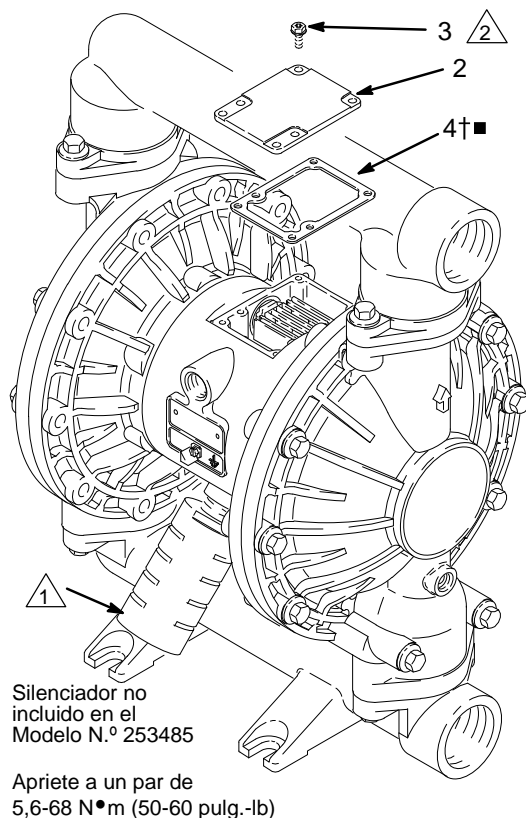

FIG. 6
2. Con un destornillador Torx (T20) o una llave de tubo de 7 mm (9/32 pulg.), retire los seis tornillos (3), la cubierta de la válvula de aire (2) y la junta (4). Consulte FIG. 6.
10. Alinee la junta de la válvula (4) y la tapa (2) con los seis orificios de la carcasa central (1). Fije los seis tornillos (3) usando un destornillador Torx (T20) o una llave de tubo de 7 mm (9/32 pulg.). Apriete a un par de 5,6-6,8 N•m (50-60 pulg.-lb). Consulte FIG. 6.